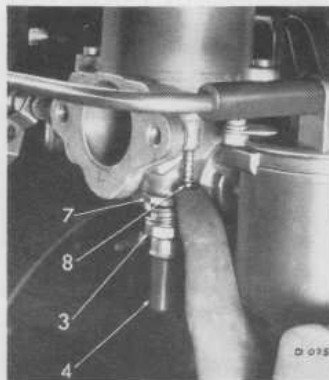

Fig. 102
Mantenendo il getto (4) nella sua posizione superiore, allentare il dado (7, Fig. 102) e spostare il gruppo getto lateralmente fino a che il getto sia concentrico con l'ago, quindi serrare il dado. Il pistone dovrebbe ora cadere liberamente e colpire il ponte getto con uno scatto metallico soffice.